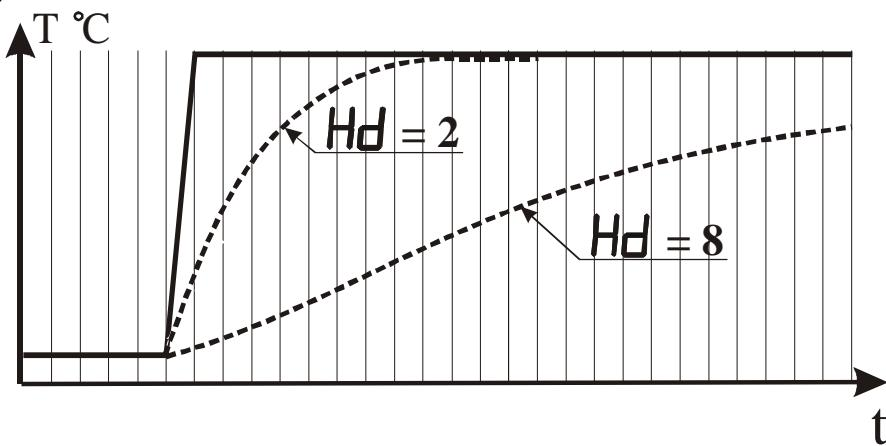

Рисунок 3.9 - Влияние параметра “Время усреднения” на показания прибора при различных значениях параметра Hd
3.3.2.9 Параметр “Время усреднения” указывают в количестве периодов опроса входного датчика ( $N_{\text{опр.}}$ ). Этот параметр позволяет добиться более плавного изменения показаний прибора. Для этого производится вычисление среднего арифметического из последних ( $N_{\text{опр.}}$ ) измерений. При значении параметра равном 0 интегратор выключен. Уменьшение значения времени усреднения приводит к более быстрой реакции прибора на скачкообразные изменения измеряемого параметра, но снижает помехозащищенность прибора (см. рисунок 3.9).